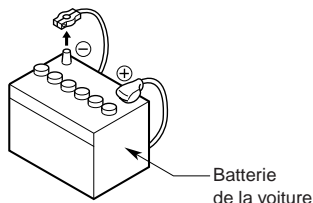

Figure 1
3. Veuillez à débrancher la borne négative de la batterie "⊖" avant d'installer l'appareil afin d'éviter tout court-circuit. (Figure 1)